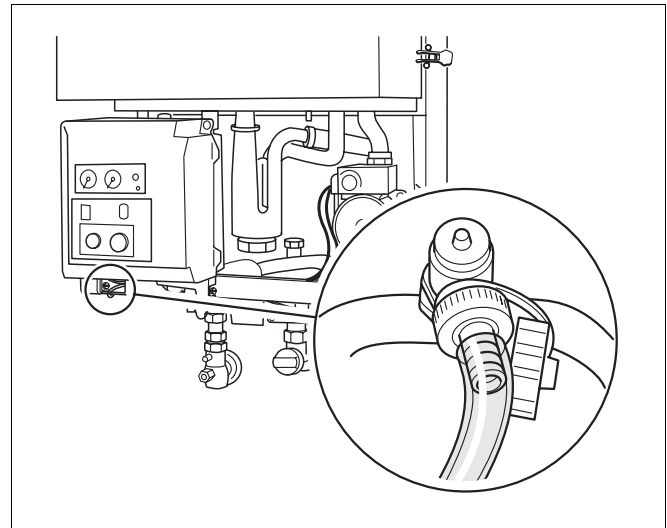

Abb. 2 Heizungsanlage füllen
- Mit Wasser gefüllten Schlauch auf den Füll- und Entleerhahn (Abb. 2) aufstecken und Hahn mit dem vorhandenen Vierkant (liegt der Verpackung bei) öffnen.